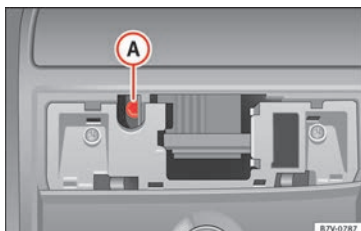

Fig. 16 Vis Allen pour verrouiller le toit coulissant panoramique.
- Introduisez une nouvelle clé Allen courante¹⁾ de 4 mm dans la vis Allen » **fig. 16 A.**